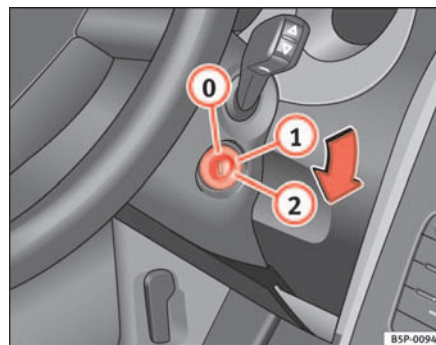

Fig. 130 Posiciones de la llave de contacto
En esta posición ⇒ fig. 130 el encendido y el motor están desconectados pudiéndose bloquear la dirección.
- Gire la llave de contacto hasta la posición ⇒ página 164, fig. 130 ①. El testigo  se encenderá en caso de precalentamiento del motor.
- En cuanto se apague el testigo, gire la llave de encendido a la posición ② para poner en marcha el motor y no pise el acelerador.
- Gire la llave de contacto a la posición ⇒ página 164, fig. 130 .